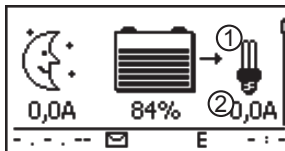

Abb. 9: Display-Inhalt nach dem Anschließen der Verbraucher
3. ➤ Lastausgang einschalten. Die Lampe ① (Abb. 9) erscheint auf dem Display.
4. ➤ Verbraucher einschalten. Der Verbraucherstrom ② wird ab 0,1 A auf dem Display angezeigt.
5. ➤ Wird Abb. 9 nicht angezeigt, Installation prüfen und bei Bedarf den Fehler anhand ☞ 15, S. 53ff beheben.